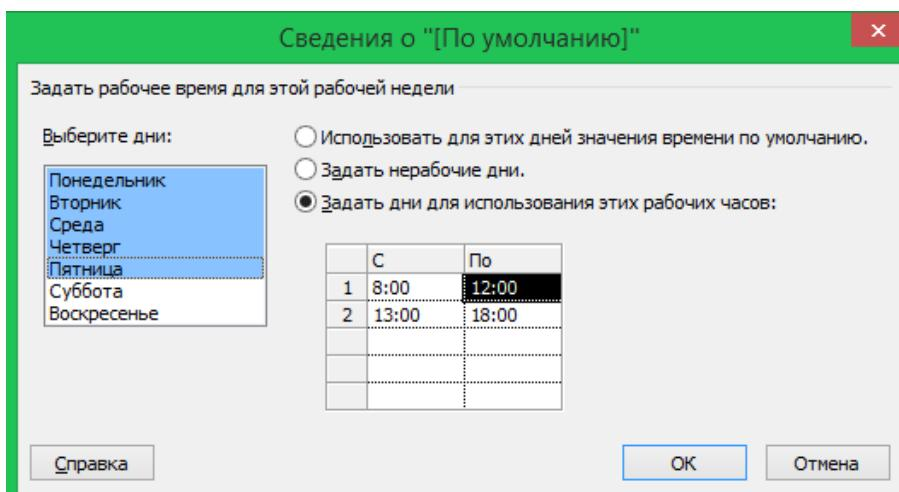

Рис. 1.5. Форма Помощи изменения рабочего времени
2. Установите 6-дневную рабочую неделю с 8-часовым рабочим днем с понедельника по пятницу (с 8:00 до 17:00, обеденный перерыв с 12:00 до 13:00) и 4-часовым – в субботу (с 8:00 до 12:00). Для этого перейдите на вкладку *Рабочие недели* и нажмите кнопку **Подробности...** *Подробности*. Чтобы изменить рабочие дни с понедельника по пятницу, щелкните левой клавишей мыши на обозначении *Пн* вверху календаря, а затем, удерживая клавишу *Shift*, щелкните левой клавишей мыши на обозначении *Пт* (рис. 1.5). В полях *С:* измените установленные по умолчанию значения на *8:00* и *13:00*, а в полях *По:* измените значения на *12:00* и *17:00*. Чтобы сделать субботу рабочим днем, щелкните левой клавишей мыши на обозначении *Сб* вверху календаря, установите переключатель на нестандартное рабочее время. В верхнем поле *С:* измените установленное по умолчанию значение на *8:00*, а в верхнем поле *По:* измените значение на *12:00*. Очистите содержимое остальных полей *С:* и *По:* с помощью клавиши *Delete*.